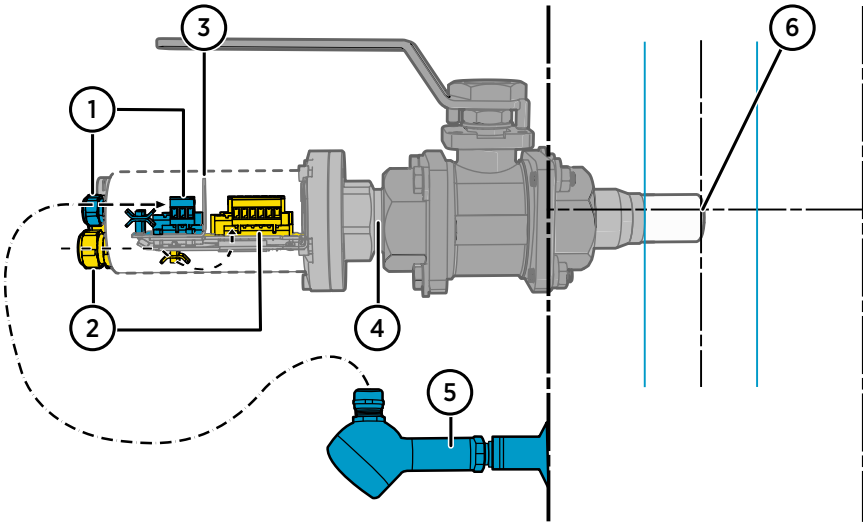
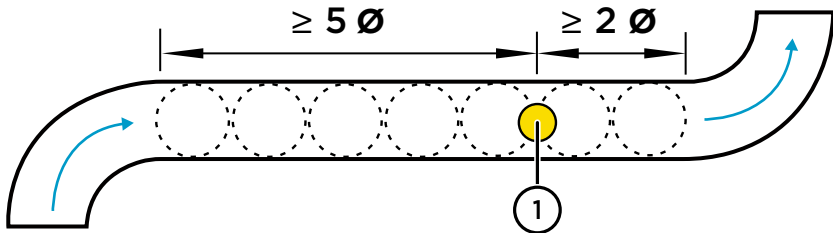

Figure 8 Exemple d'installation d'une sonde de la série MGP260 avec chemins de câblage et orientation et profondeur recommandées
Figure 9 Position d'installation recommandée de la sonde MGP260 sur la conduite
La Figure 8 \(page 44\) montre un exemple d'installation de vanne à boisseau sphérique avec la sonde MGP260. La figure met en évidence les chemins de câblage corrects et indique la profondeur et l'orientation d'installation recommandées. Un instrument de mesure de la pression externe (élément **5**) est présenté en tant qu'exemple d'entrée de compensation de pression : pour une description des autres options, voir Options d'entrée de compensation de pression \(page 45\).
La Figure 9 \(page 45\) indique la position d'installation recommandée de la sonde MGP260. Installez la sonde dans une conduite droite,  $\geq 5$  diamètres de tuyau en aval du coude le plus proche ou d'une autre caractéristique affectant le débit de gaz, et  $\geq 2$  diamètres de tuyau en amont du coude suivant ou d'une caractéristique similaire. Pour de meilleurs résultats, utilisez l'orientation et la profondeur d'installation indiquées à la Figure 8 \(page 44\).
- Mesure de la pression obtenue par un instrument de mesure de la pression externe via les bornes d'entrée Ex ia (4 ... 20 mA) sur la carte de composants MGP260. C'est l'option recommandée : pour un exemple, voir Figure 8 \(page 44\). Le câblage de l'entrée de l'instrument de pression externe est montré dans Schéma de câblage \(page 51\).